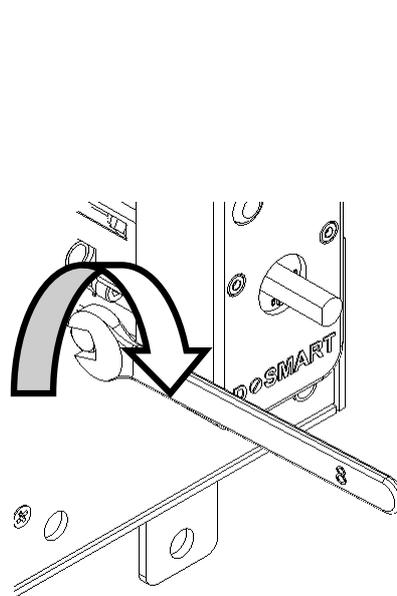

Fig. 6
7. Serrare con la chiave esagonale da 8mm la vite M5 del gruppo motore sul corpo del cilindro per fissarlo (fig.6)